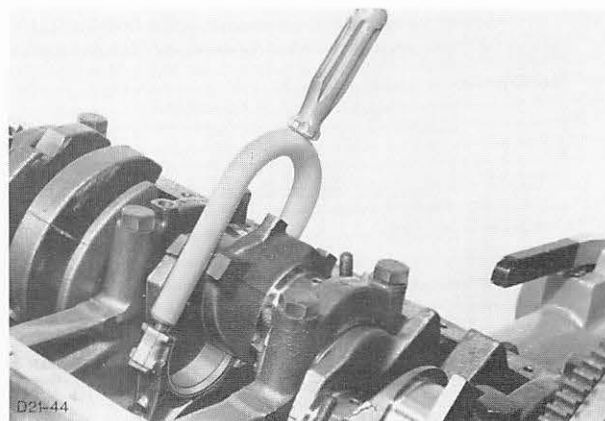

Abb. 142 Kolben mit Spezialwerkzeug GV-6200 aus dem Motor herausdrücken
26. Pleuellagerdeckel einzeln mit Lagerschalen abbauen. Kolben mit Pleuelstangen und Lagerschalen zusammen unter Verwendung des Spezialwerkzeugs GV-6200 aus dem Motor drücken, Abb. 142. Sollten die Lagerschalen der Pleuelstangen vor Ausbau der Kolben entnommen werden, sind diese entsprechend der Pleuelstangen, zwecks eventuellem Wiedereinbau, zu kennzeichnen.